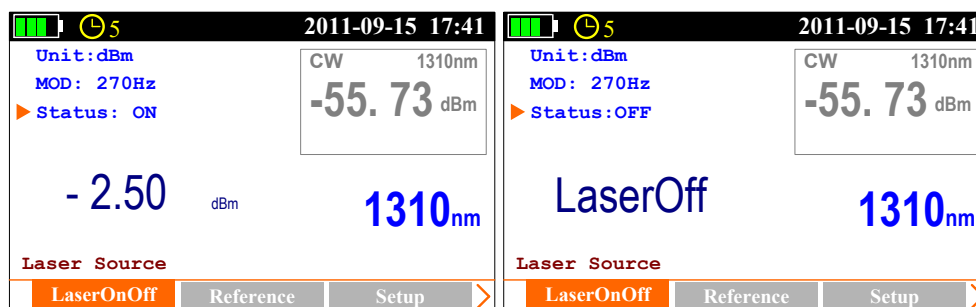

Figura 3.5
- Presione Para encender la fuente láser, consulte la Figura 3.5; presione nuevamente para apagar el láser, consulte la Figura 3.5;